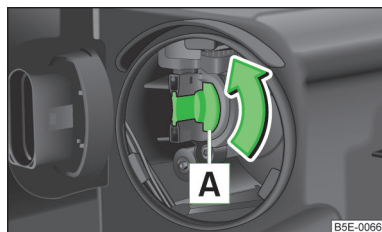

Fig. 223
- Girare lo zoccolo  » fig. 223 fino all'arresto in direzione della freccia e quindi estrarlo.